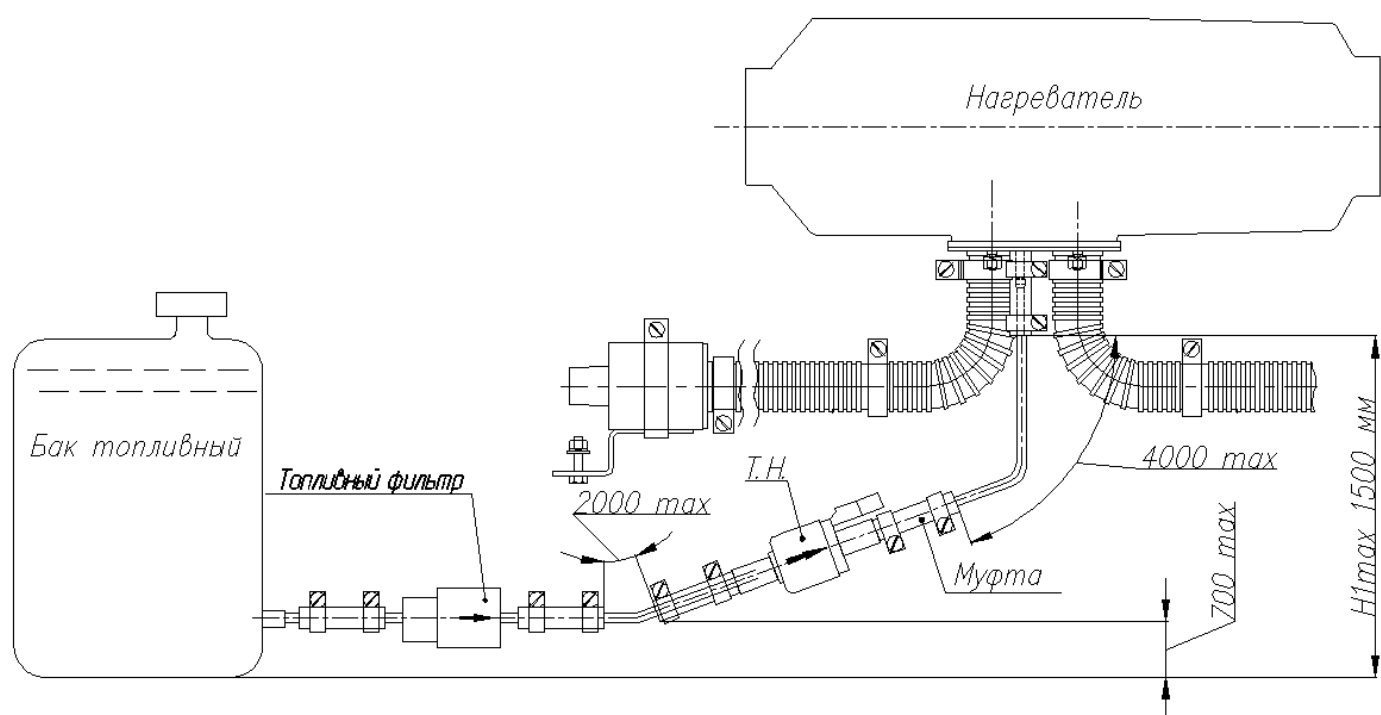

Рис.8 Схема монтажа топливной системы отопителя с индивидуальным топливным баком
- топливную трубку отопителя предпочтительней располагать выше максимального уровня топлива в топливном баке (см. рис. 8, рис. 10);
Схемы относительного расположения топливного бака, топливного насоса и нагревателя показаны на рис.8 и рис.10. Схема монтажа топливозаборника представлена на рис. 9.